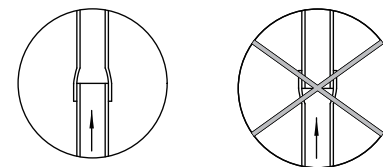

Рис. 2
3. Соедините трубку Вентури, форсунку внешнего эжектора, корпус внешнего эжектора, уплотнительную манжету внешнего эжектора, кольцевую прокладку внешнего эжектора и впускной патрубок внешнего эжектора как показано на рис. 2.